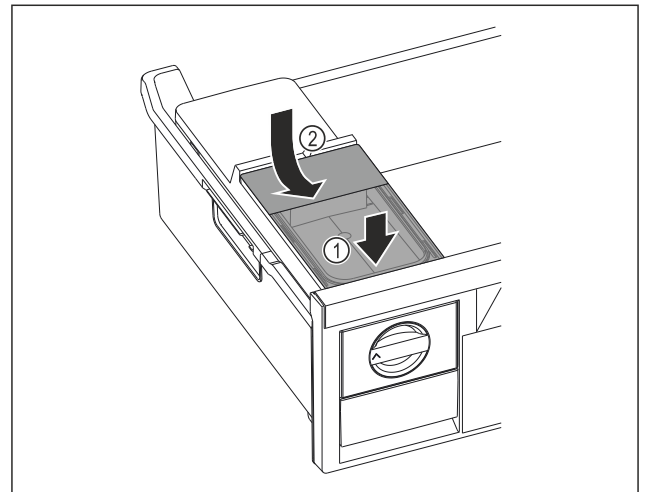

Fig. 30
- Collegare il serbatoio dell'acqua alla parte anteriore. Fig. 30 (1)
- Abbassare il serbatoio dell'acqua posteriore. Fig. 30 (2)